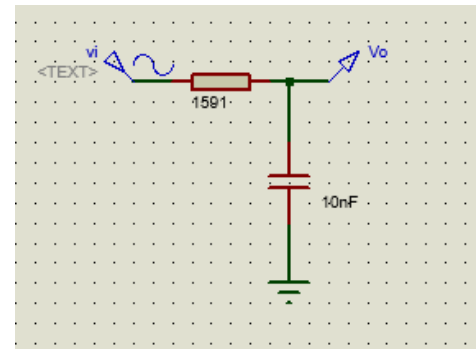

Figura 14. Circuito Pasa-Bajo
Circuito Experimental (figura 14)
1. Ensayar el circuito de la figura 14 con el Simulador Proteus.